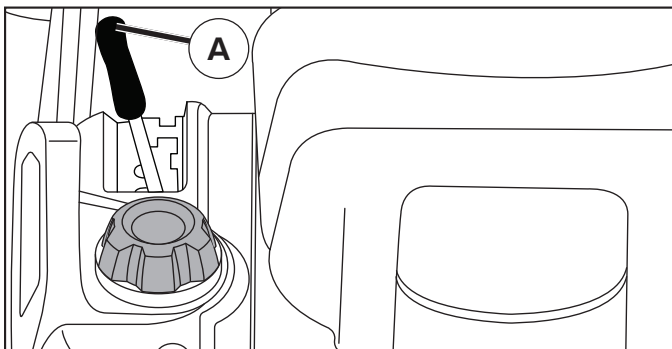

Fig. 8
- Apretar lentamente el pedal marcha adelante (K) y atrás (L) para iniciar el movimiento. Más se aprieta el pedal y mayor es la velocidad.
UTILIZAR EL MANDO CRUCERO (J) (See Fig. 8)
PARA AJUSTAR LA ALTURA DE CORTE DE LA SEGADORA (Vea Fig. 8)